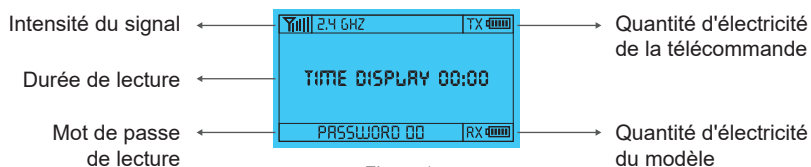

Figure 1
2. À ce moment, l'écran d'affichage affiche l'écran de mise sous tension (Figure 1) et le mot de passe "00" clignote (Figure 2). Vous pouvez directement entrer en mode lecture.